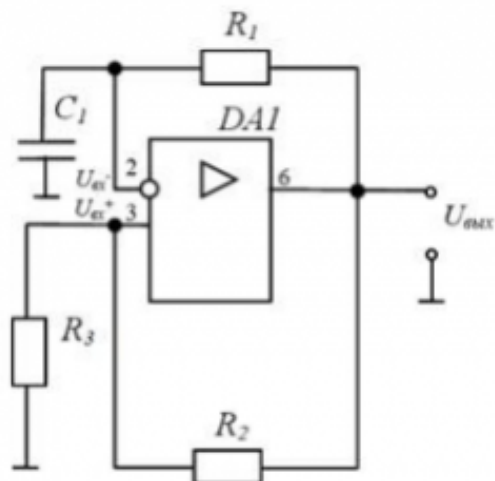

Рисунок 6
2. Рассчитать частоту повторения импульсов на выходе мультивибратора (рисунок 6), если $R_1 = R_2 = 10 \text{ кОм}$, $R_3 = 4.54 \text{ кОм}$, $C = 10 \text{ нФ}$.